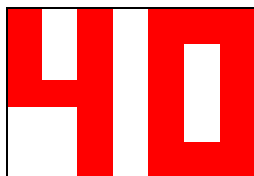

Рисунок 8 – Настройка температуры перегрева помещения
- с помощью кнопок 2 и 3 выбрать пункт меню «5», нажать **START/STOP** и выставить мощность в процентах с помощью кнопок 2 и 3. При этом на индикаторе будет мигать текущее значение параметра, рисунок 8;